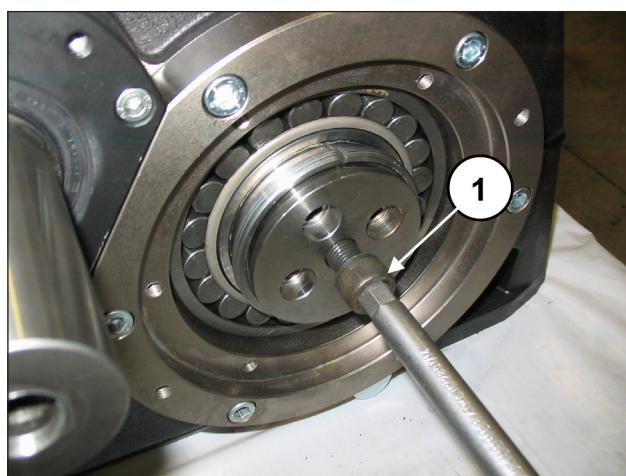

Рис. 79
Вставьте винт M16 достаточной длины (35-40 мм) в отверстие M16 коленвала и закручивайте, пока фланец не упрется во втулку (поз. ①, Рис. 79). Не затягивайте винт.